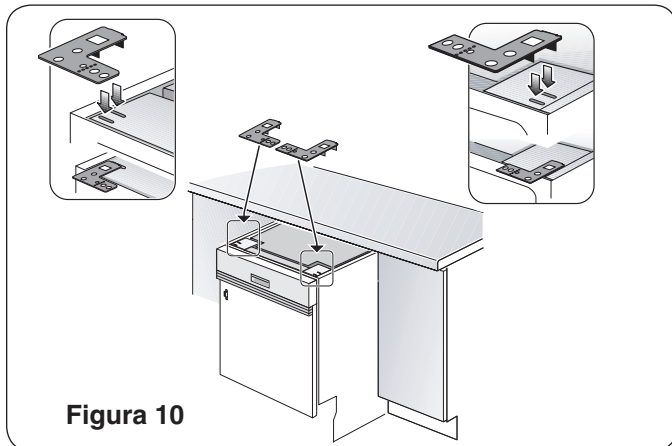

Figura 10
- 1 Se usa el **montaje superior** para cubiertas hechas de madera u otros materiales que son fáciles de perforar. Posicione los soportes de montaje como se muestra en la **Figura 10**, y posicione las dos lengüetas pequeñas en los soportes de montaje encima de las dos ranuras en las esquinas delanteras de la lavavajillas. Oprima firmemente hacia abajo los soportes de montaje para insertar las lengüetas en las ranuras.